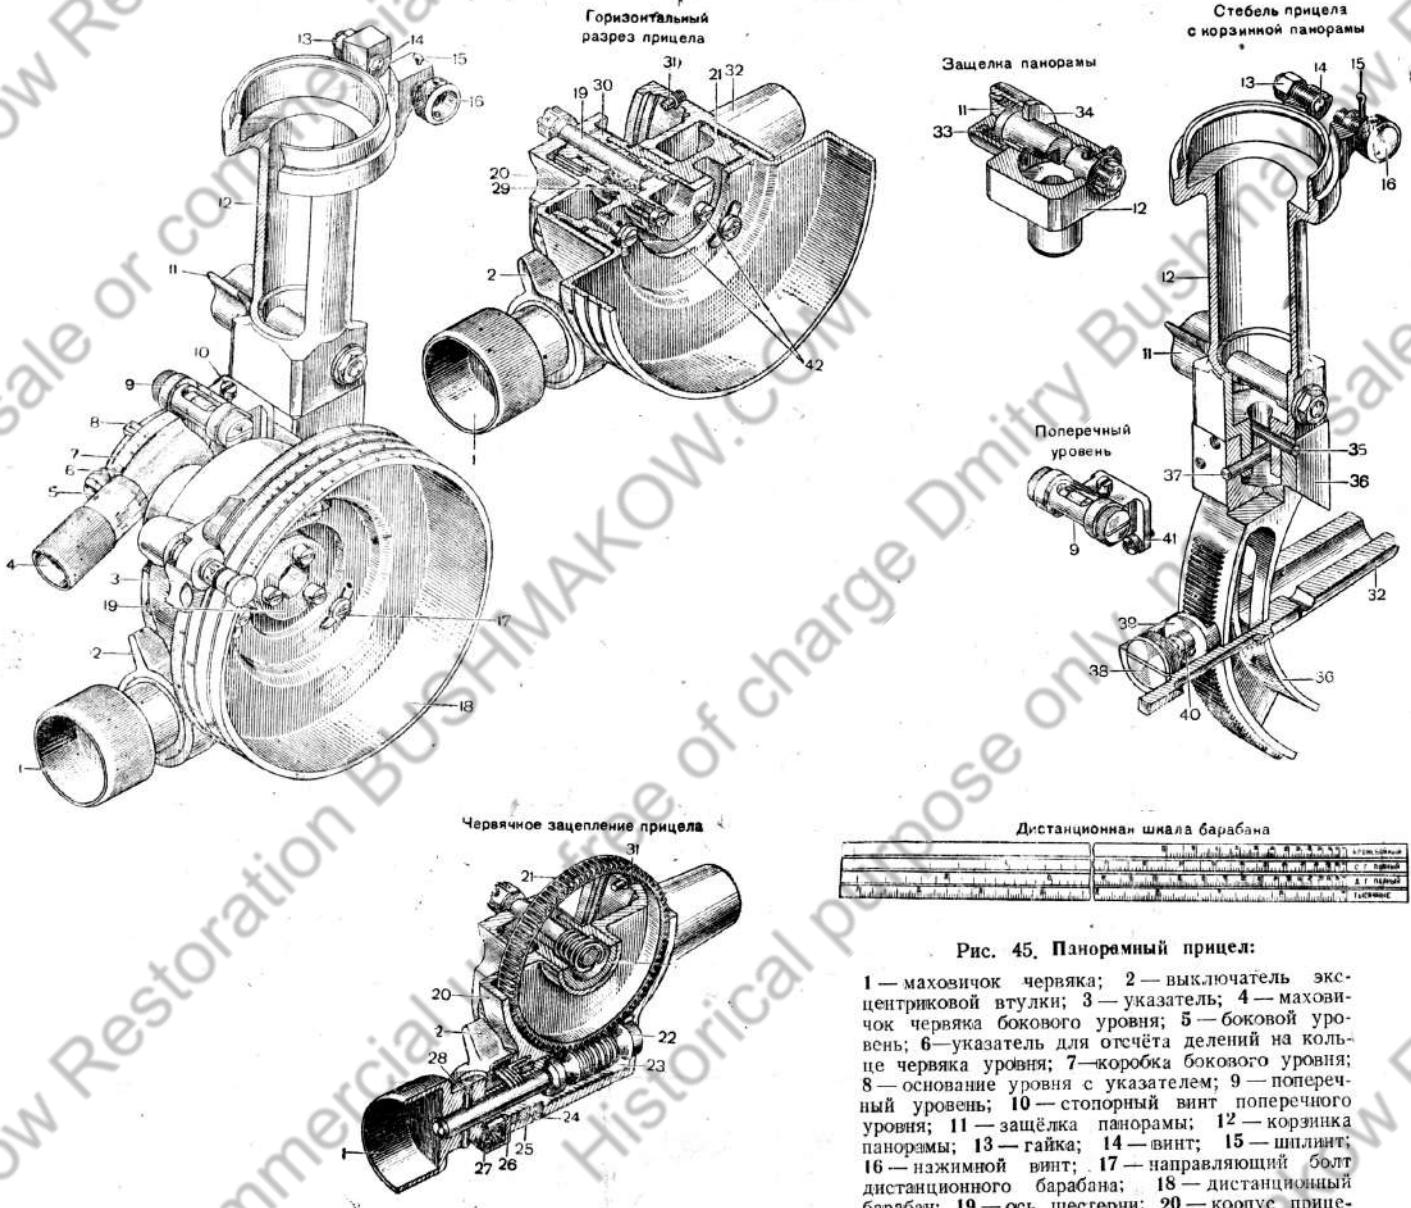

Рис. 45. Паноремный прицел:
Корпус прицела 20 (рис. 45) входит своим патрубком в гнездо сектора 13 механизма поперечного качания (рис. 46). Патрубок корпуса затягивается затяжным валиком 5 при помощи маховика 1.
На корпусе прицела снаружи имеются дуговые направляющие, в которых перемещается стебель прицела. К корпусу прицела приварен кронштейн оси указателя 3 (рис. 45).
Поперечный уровень 9 (рис. 45) служит для установки прицела в вертикальной плоскости и для устранения влияния наклона оси вращения фермы, если машина имеет поперечный наклон.
В зацеплении с зубцами стебля прицела находится шестерня червячного колеса и шестерня 30 (рис. 45), надетая на ось 19.
- отверткой вывинтить винты 31, 38 (рис. 45);
- отверткой вывинтить ограничительный винт 24 (рис. 45) и рядом стопорный винт (на рисунке не показан); выколоткой выбить штифт 28;
2. Вставить стебель прицела в корпус, ввинтить ограничительный винт 31 (рис. 45) и собрать прижим.